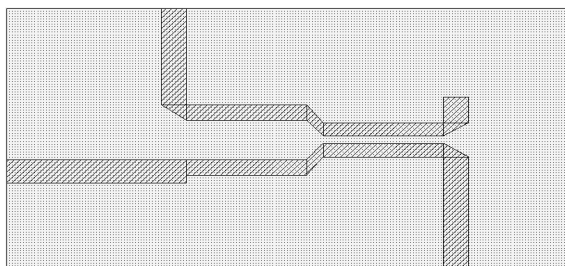

Рис. 5.91
16. Щёлкните по значку **Polygon** на панели инструментов. Поместите курсор на правый нижний угол вновь созданного проводника и щёлкните левой кнопкой мышки, переместите курсор на левый нижний угол вновь созданного проводника и щёлкните левой кнопкой мышки, переместите курсор на нижний угол горизонтального проводника и дважды щёлкните левой кнопкой мышки (рис. 5.91).